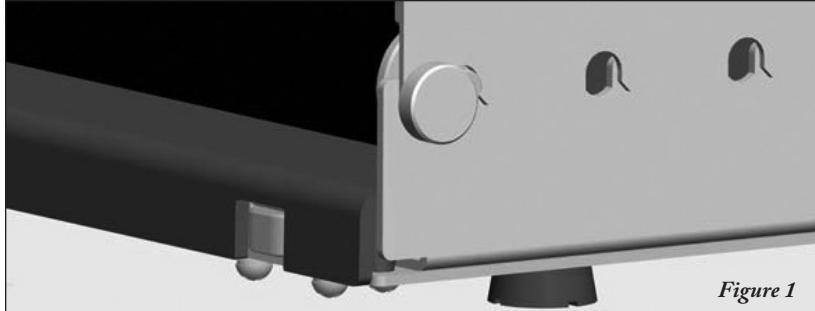

Figure 1
1. Tournez le bouton rond de sécurité en sens antihoraire jusqu'à ce qu'il devienne lâche. Il n'est pas nécessaire de l'enlever entièrement (Figure 1).